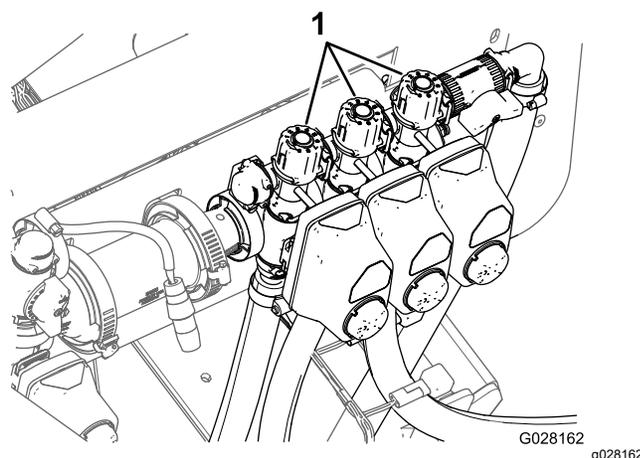

Figura 30
9. Ajuste a válvula de distribuição da secção (Figura 30) na parte superior da válvula de controlo da secção da rampa que desligou até a leitura da pressão no medidor ser igual à leitura de pressão que registou no passo 7.